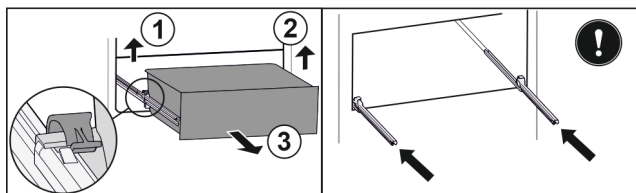

Fig. 140
- ▶ 提起左侧夹子，同时将抽屉左侧向前拉。 Fig. 140 (1)
- ▶ 提起右侧夹子，同时将抽屉右侧向前拉。 Fig. 140 (2)
- ▶ 朝前取出抽屉。 Fig. 140 (3)